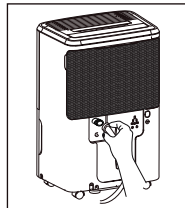

fig. 2
- c. Insérez l'extrémité fileté du tuyau dans le connecteur de purge de l'unité. (fig. 2)